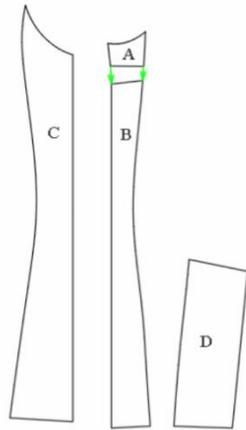
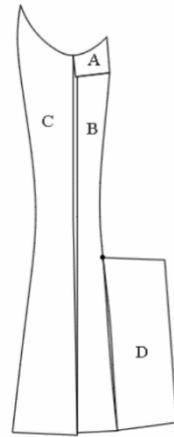

图 5-3-7 对接
图 5-3-8 整合
(8) 用“🏠 (对接)”工具将侧片整合，如图 5-3-7 所示，分别将 A 与 B 整合，然后再与 C 整合，最后再与 D 整合，如图 5-3-8 所示。